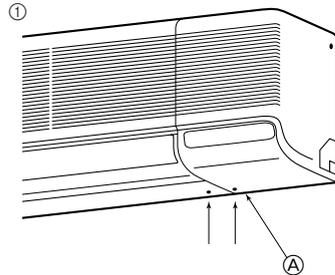

Fig. 3-5
1) Arka, sağ ve sol boru bağlantıları (Fig. 3-5)
① Sağ taraftaki yan paneli çıkarınız.
① Yan paneli yerinden çıkarınız.